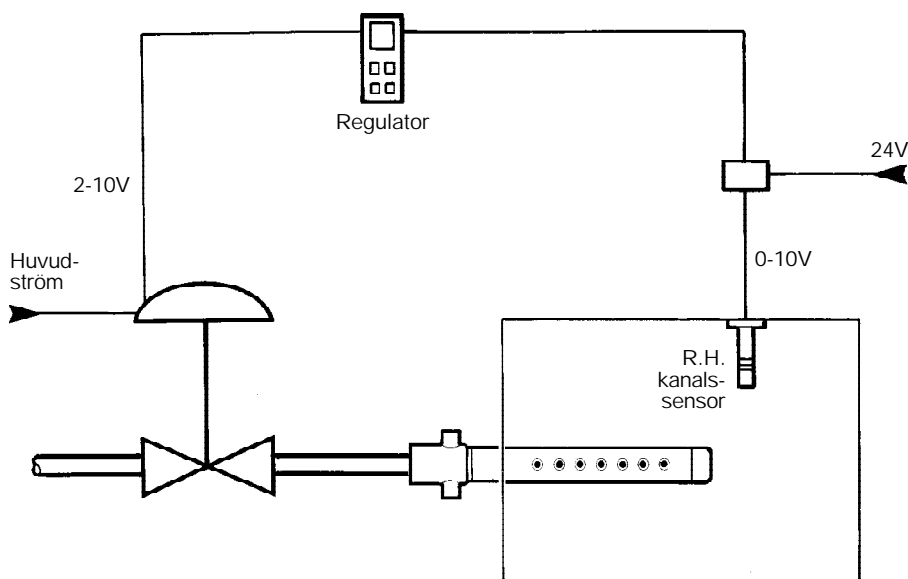

Fig. 21 Typiskt elektriskt kontrollsystem
4. Fig. 21 visar ett typiskt elektriskt regler-system.